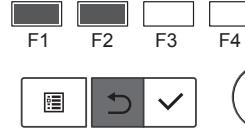

Fig. 7-4
- Πατήστε το πλήκτρο [ΕΠΙΛΟΓΗ] για να εμφανιστεί η οθόνη της λειτουργίας Vane (Πτερύγιο φτερωτής) και, στη συνέχεια, πατήστε τα κουμπιά [F1] και [F2] για να ελέγχετε την αυτόματη διακύμανση της κατεύθυνσης του αέρα. (Fig. 7-4)